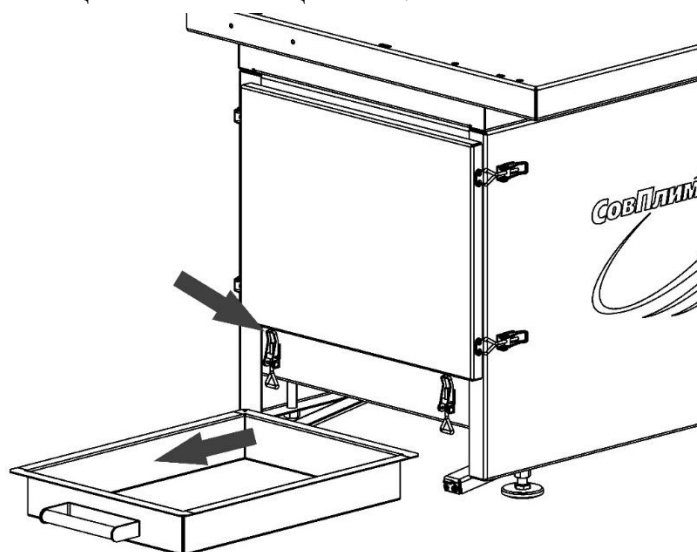

Рисунок 8
- 1) открыть замки-защёлки, которые удерживают прижимы пылесборника, пылесборник извлечь (рисунок 8);